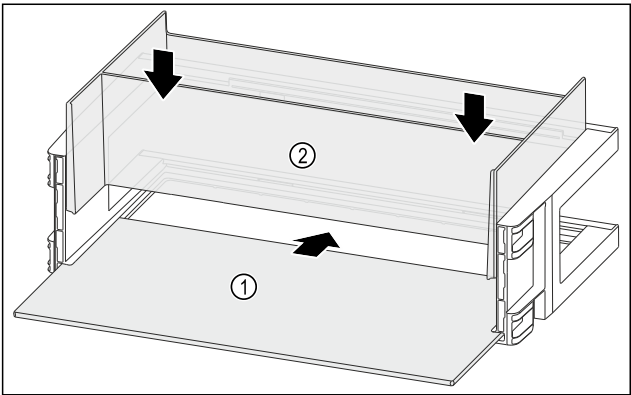

Fig. 135
▶ 将搁板 Fig. 135 (1)推入侧面凹槽。
▶ 装入收纳盒 Fig. 135 (2)。